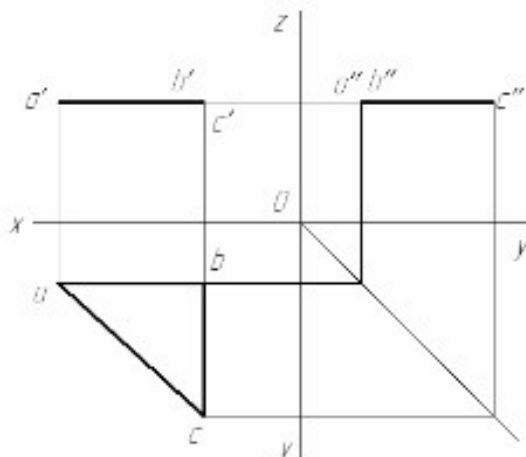

Рисунок 22 –Пример решения задания
- 2.Построить комплексный чертеж плоскости ABC на трех плоскостях проекций (пример оформления решения задач см. рис.22);